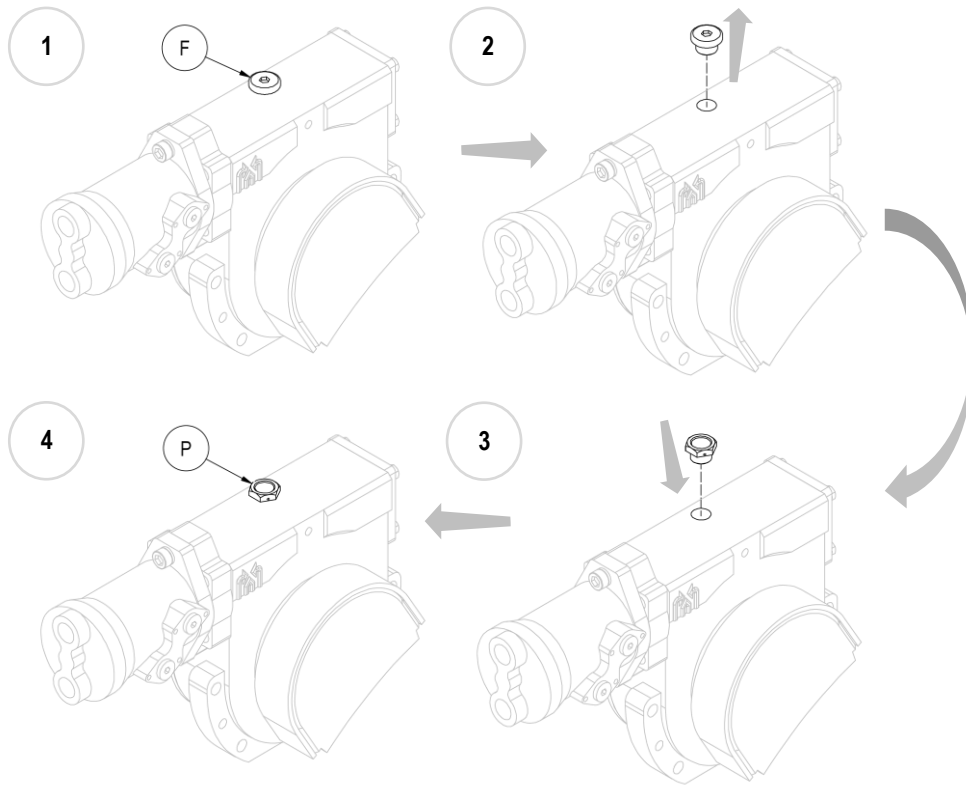

Abbildung 7
10. **Bitte beachten:** Tauschen Sie den Blindstutzen für die Öleinfüllöffnung aus Eisen (F) am montierten Gerät mit dem mitgelieferten Stutzen aus Kunststoff (P) mit Entlüftung aus (siehe *Abbildung 7*).